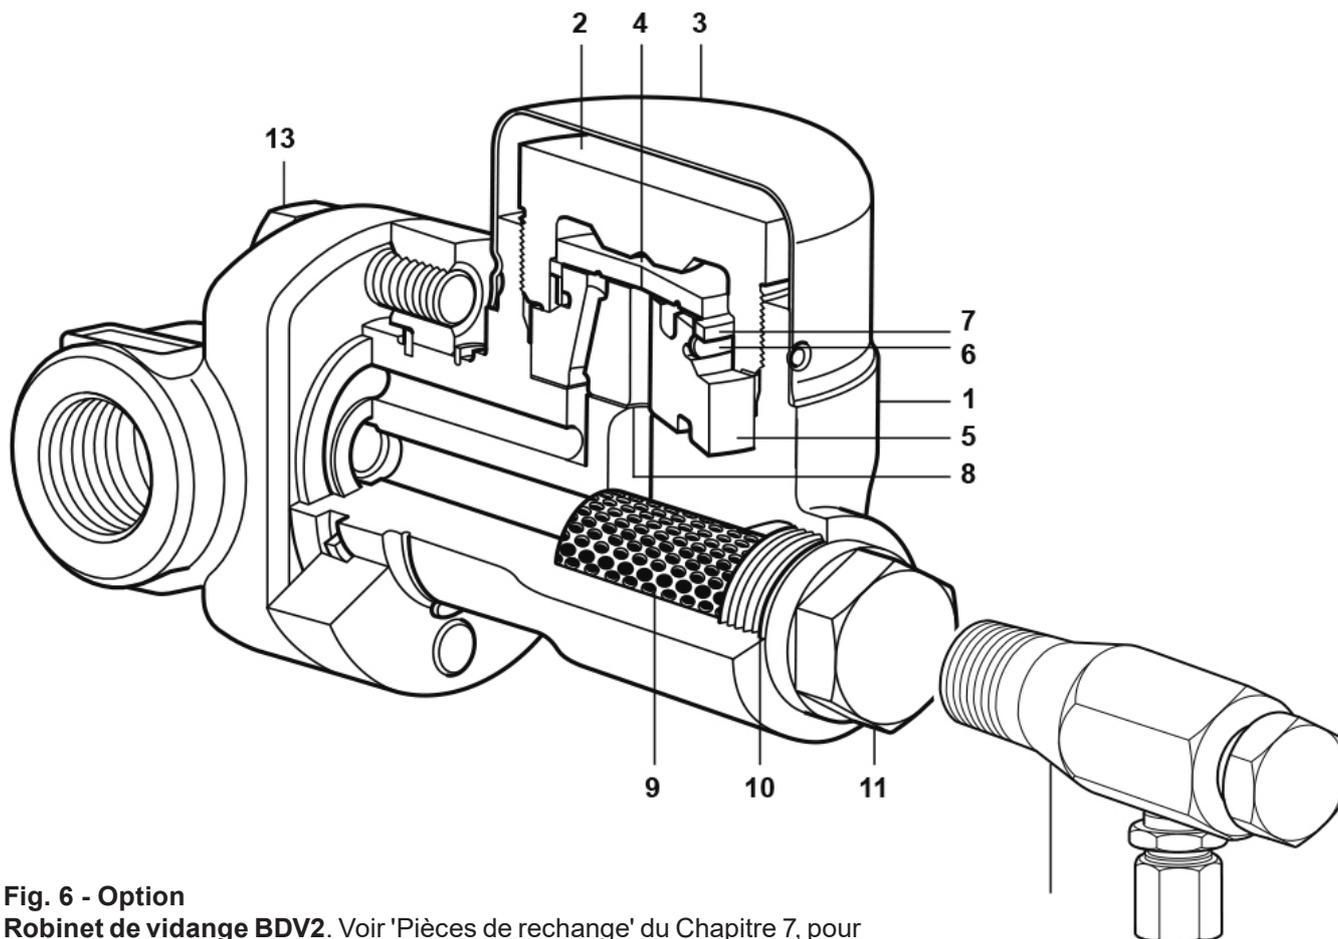

Fig. 6 - Option
- Accéder à la crépine en enlevant le bouchon de crépine (11).
- Enlever la crépine (9) et le joint (10).
- Monter une nouvelle crépine ou la crépine nettoyée dans le renforcement du bouchon de crépine (11 fourni avec le robinet de dépressurisation) avant de fixer le robinet BDV1 ou BDV2. Voir Figures 6 et 7 pour se familiariser avec les robinets de dépressurisation BDV1 et BDV2.
- Une nouveau joint (10) doit toujours être installé lors du remontage de l'appareil et serrer avec le couple de serrage recommandé (voir tableau 1, Rep. 11 - Bouchon de crépine).